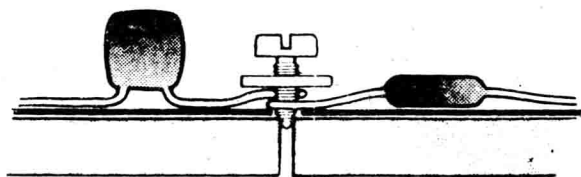

图13
(1) 本书的制作实验不需要使用电烙铁, 所有的元件和导线是靠自攻螺丝和垫圈来固定和连接的。如图13所示, 元件的脚和连接导线必须放在垫圈与螺丝之间然后用螺丝刀慢慢地把螺丝拧紧, 以保证良好的接触。但要注意螺丝不能拧得过紧, 以免把电子万能板涨裂。